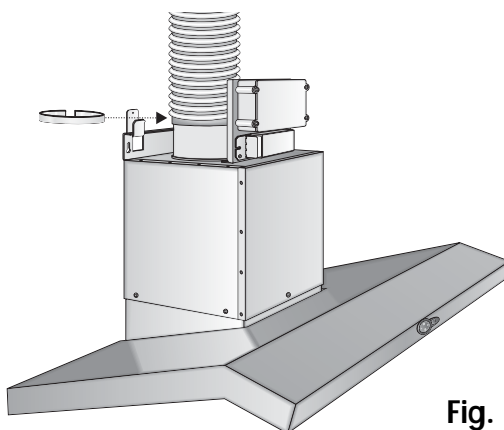

Fig. 7
- Luftschlauch auf Stutzen stecken und mit einer Brille befestigen. (Abb. 7)
- Connect the scavenging pipe to the outdoor duct and fix it with a pipe-tightening ring. (Fig. 7)
- Relier le tuyau d'évacuation à la conduite externe et le fixer avec une bande serre-tuyau. (Fig. 7)
- Collegare il tubo di evacuazione alla condotta esterna e fissarlo con una fascetta stringitubo. (Fig. 7)
- Forbind røret til udsugningsrøret til udførslen og fastgør den med en rørpakning. (Fig. 7)
- Koppel de afvoerpijp aan de externe verluchtingsweg en bevestig alles met een bevestigingsbandje aan het reductieverbindingsstuk. (Fig. 7)